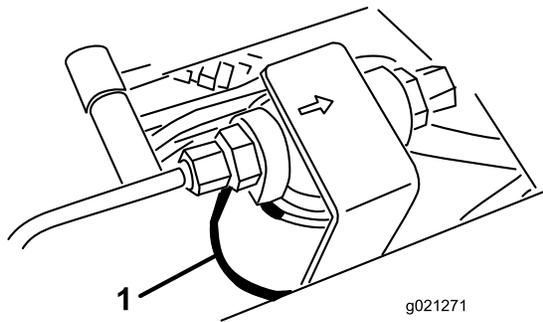
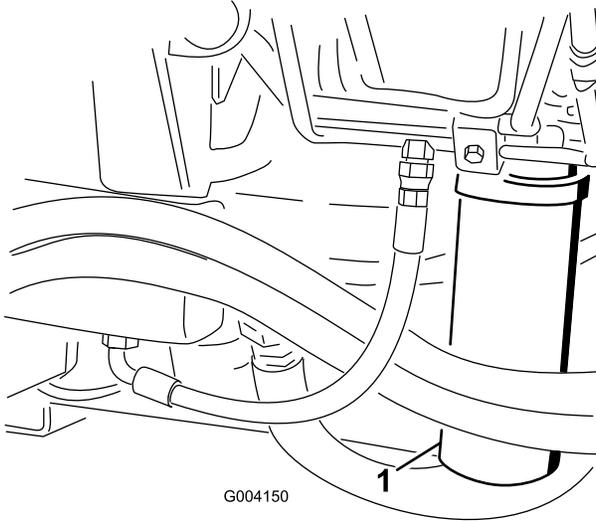

Figura 104
Figura 105
2. Limpie la zona alrededor de la zona de montaje del filtro y coloque un recipiente debajo del filtro (Figura 104 y Figura 105).